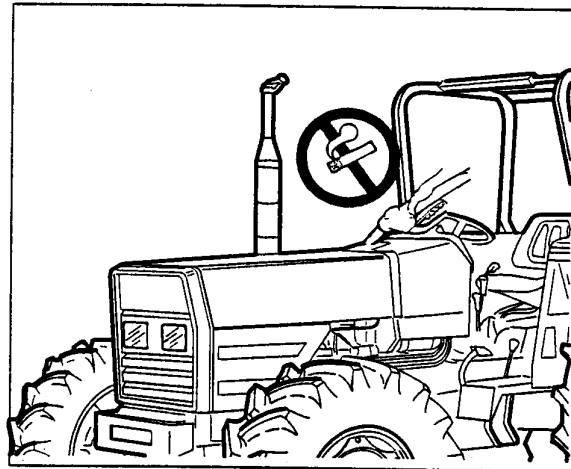

Fig.2-7
- NO fume durante el abastecimiento de carburante. No acerque llamas libres (Fig. 2-7).